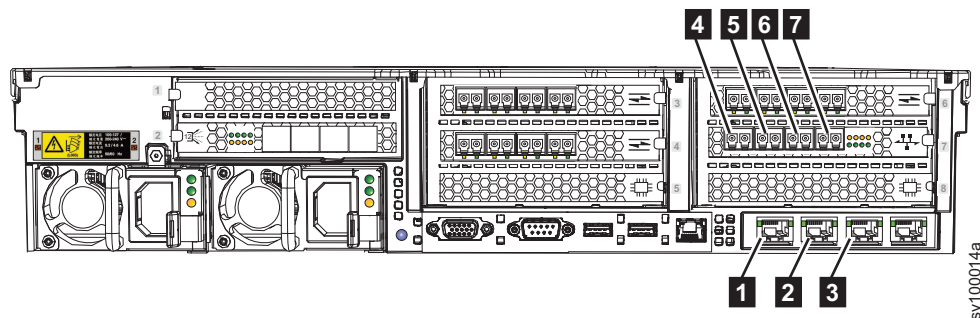

Figure 31. Ports Ethernet à l'arrière du contrôleur SAN Volume Controller 2145-SV1
1. Connectez les câbles Ethernet aux ports Ethernet se trouvant à l'arrière du contrôleur SAN Volume Controller 2145-SV1. Les ports 1 à 3 sont standard. Si vous disposez de cartes Ethernet optiques 10 Gbits/s ou 25 Gbits/s que vous souhaitez connecter à un commutateur Ethernet pour les communications iSCSI, 11 ports Ethernet peuvent également être disponibles. La figure 31 affiche l'une des configurations de noeud possibles.